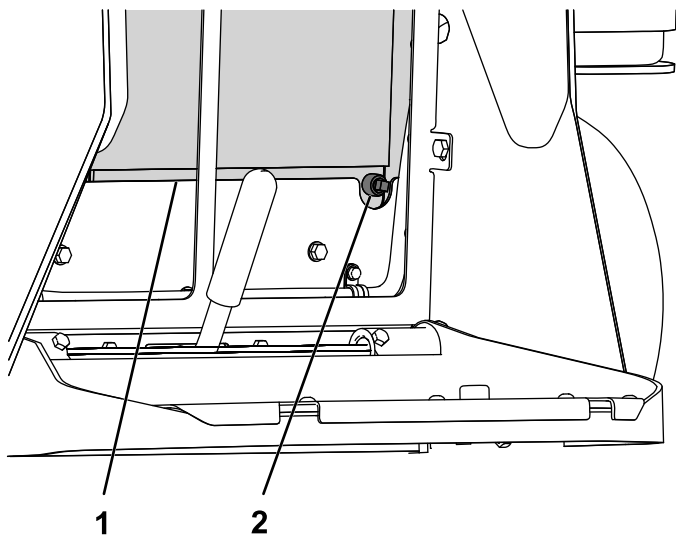

Figura 7
1. Montate il tappo di spurgo del radiatore (Figura 7).